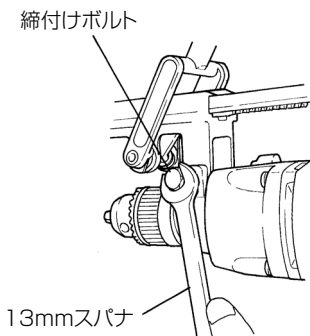

図 8
- (4) マウントリングのみぞの部分に締付けボルトを通して、付属の 13 mm スパナでしっかりと締付けます。(図 8)